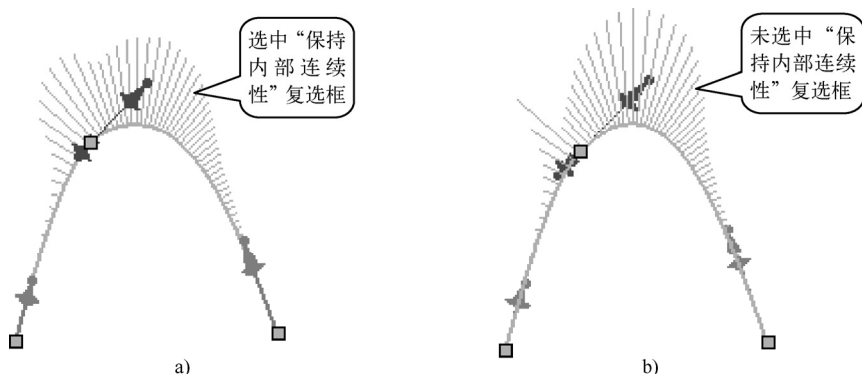

图 2-49 “保持内部连续性”复选框的作用
- 保持内部连续性：选中此复选框可令曲线的曲率保持连续，否则曲线曲率将呈间断性变化，如图 2-49 所示。